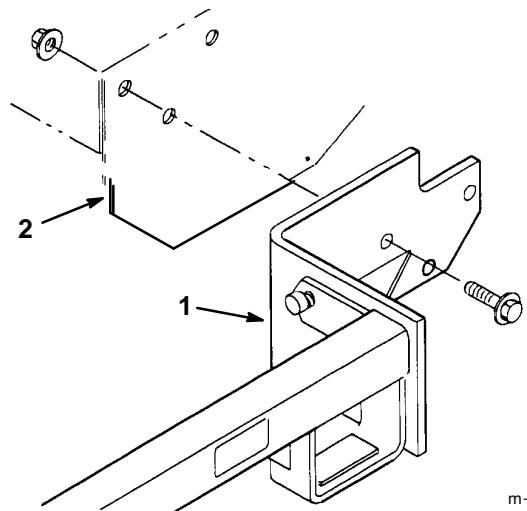

Figure 4
1. Présenter les perforations de montage du châssis porteur face aux perforations correspondantes du châssis du tracteur (Fig. 4).
2. Fixer le châssis porteur au tracteur, de chaque côté, à l'aide de 3 boulons à collet de 25 mm (1/2" x 1") et de leurs écrous. Serrer les boulons à 60–80 ft-lb (81 à 109 N•m) (Fig. 4).